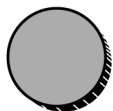

Abbildung 2-19: Übersicht über die Anatomiesymbole
- Funktion 1** 1. Drücken Sie auf dem Bedienfeld die Taste **Funktion 1**. Eine große Übersicht mit verschiedenen Anatomiesymbolen wird angezeigt, wie in Abbildung 2-19 dargestellt.